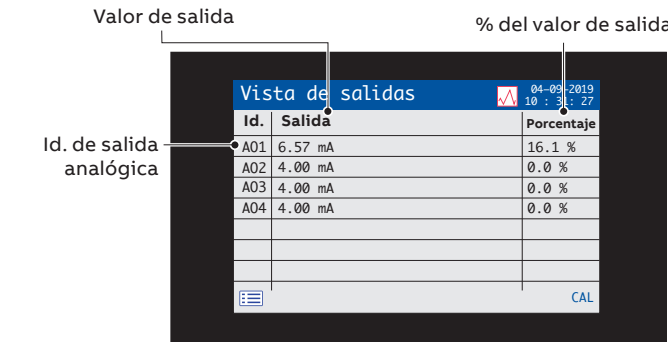

Figura 11 Vista de salidas
- Vista de salidas: muestra una lista de las salidas analógicas, el valor de salida y el porcentaje del valor de salida; consulte la Figura 11